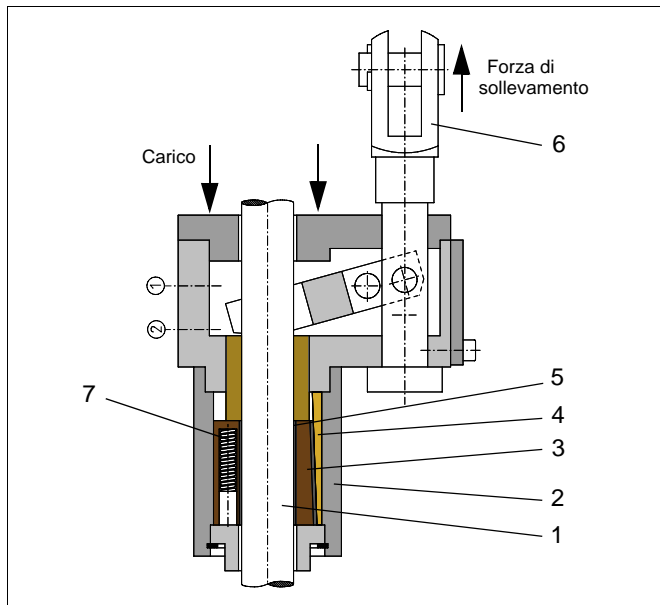

Fig. 2: Montaggio del dispositivo anticaduta KRM (serraggio rilasciato)
La barra da pistone o di arresto (1) Fig. 2 è circondata dall'alloggiamento (2) Fig. 2, in cui sono alloggiati le cosid. ganasce di presa (3 Fig. 2), ciascuna provvista di un pattino di scorrimento (4 Fig. 2) e di un pattino di frenata (5 Fig. 2). Il tirante del dispositivo di sollevamento teso nella barra di comando (6) Fig. 2, mantiene aperte le ganasce di presa in modo che la barra si possa muovere liberamente. Le molle (7) Fig. 2 sono pre-tensionate.